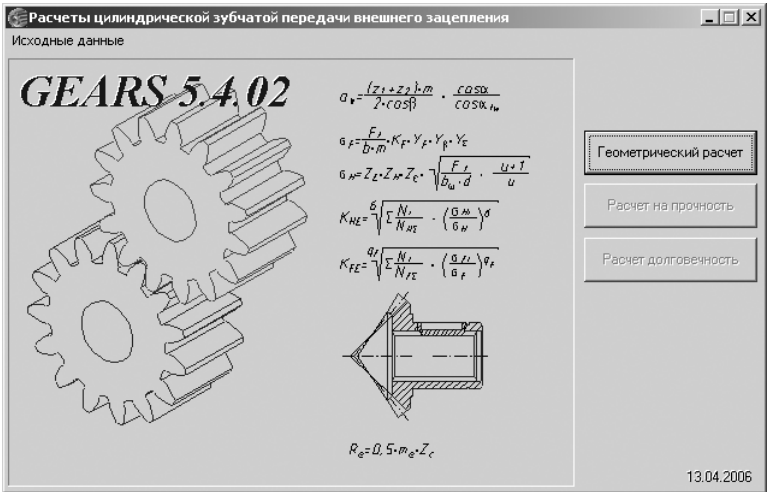

Рис. 3.86. Начальное окно системы **Расчеты цилиндрической зубчатой передачи внешнего зацепления**
- щелкните по кнопке **Запуск расчета**. Появится начальное окно системы **Расчеты цилиндрической зубчатой передачи внешнего зацепления**, см. рис. 3.86;